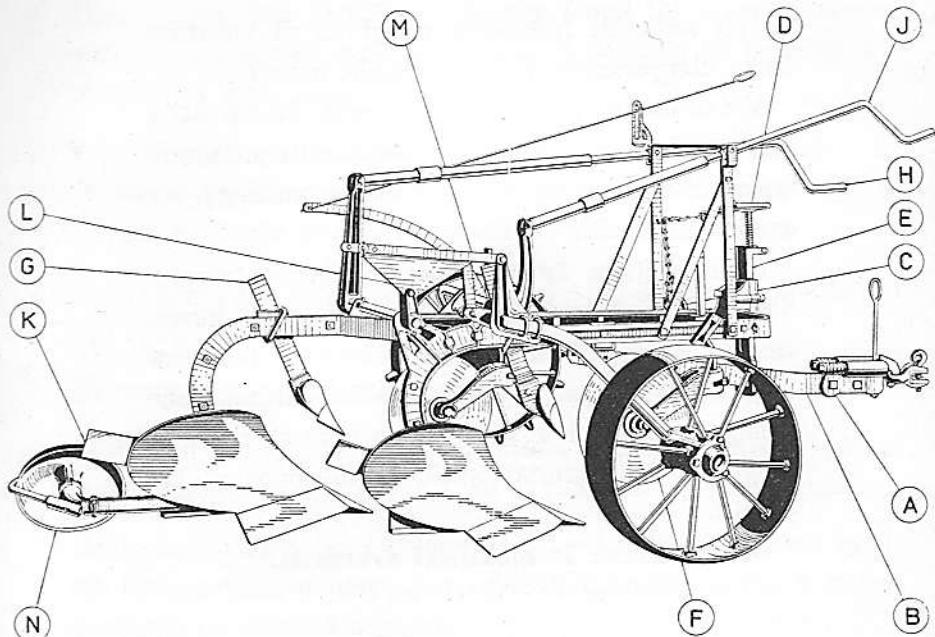

Fig. 1
9. Bakre landsidan är av **ÖVERUMSSTÅL** och försedd med två extra hål för eventuell montering av rullande landsida, N. fig. 1, vilken levereras på särskild begäran.
10. Kropparnas inställning mot fårans botten regleras lätt med den stående rattskruven D. fig. 1.
11. Tiltbredden regleras enkelt med den liggande rattskruven C. fig. 1.
Rullande landsida. N. fig. 1; beskrivning sid. 7; detaljförteckning sid. 43.
Inställning (Bokstäverna i marginalen hänvisa till fig. 1).